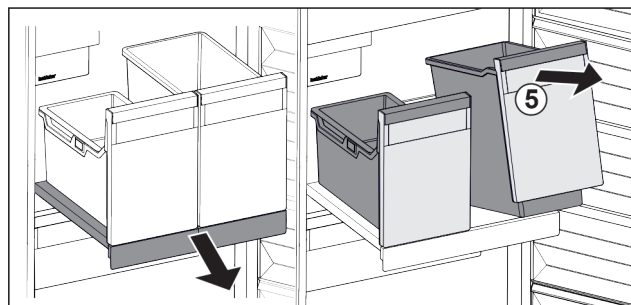

Fig. 96
- Soulever les bacs Fig. 96 (5) par l'avant.